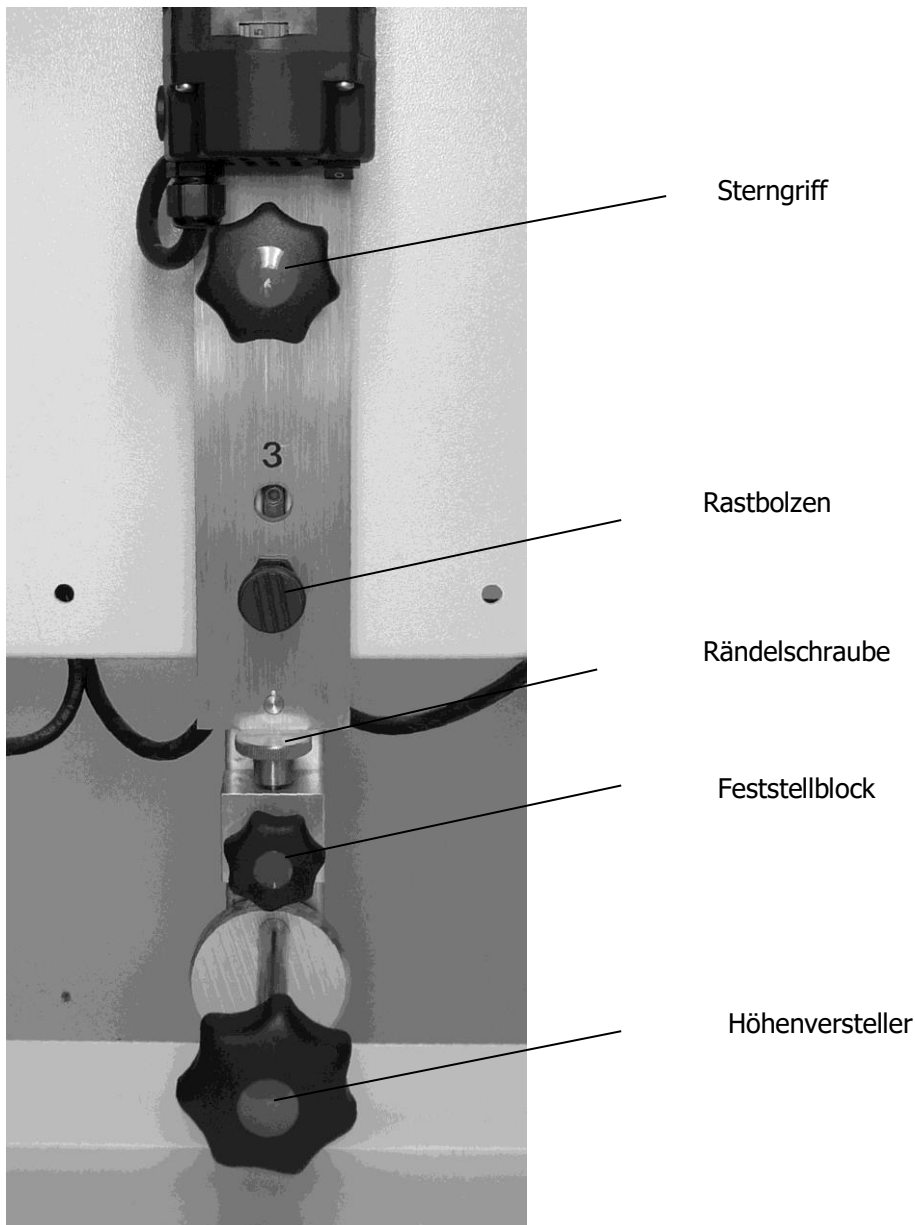

Bild 54
1. Rastbolzen ziehen und um 90° nach rechts drehen (ausser Funktion setzten) nur bei Basis 3-10 (Bild 54)
2. Motorenklemmung über Sterngriff lösen (Bild 54)
3. Fräsaggregat mittels Höhenversteller nach oben bewegen (Bild 54)